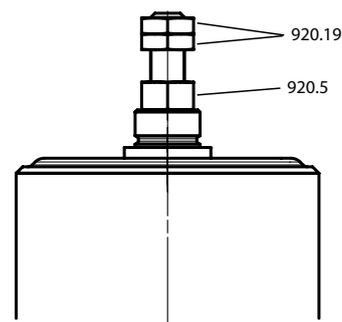

Figura 3: Azionamento di emergenza per SISTO-LAD-SF
Gli attuatori a membrana nella versione «con posizione di sicurezza chiusa» (SF) sono dotati di serie di un azionamento di emergenza (figura 3).